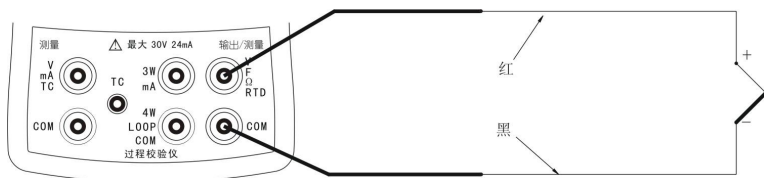

图 10 输出/测量端热电偶测量温度
- (1) 按 选择测量模式。
- (2) 按右侧 选择热电偶测量，继续按 可切换测量热电偶类型。
- (3) 按图 10 所示连接校验仪。
- (4) 屏幕下方显示测量的热电偶温度值，右下角点阵区显示当前的冷端